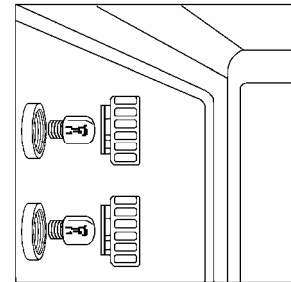

Abb. 15
- Den Glasschutz lösen (Abb. 15);